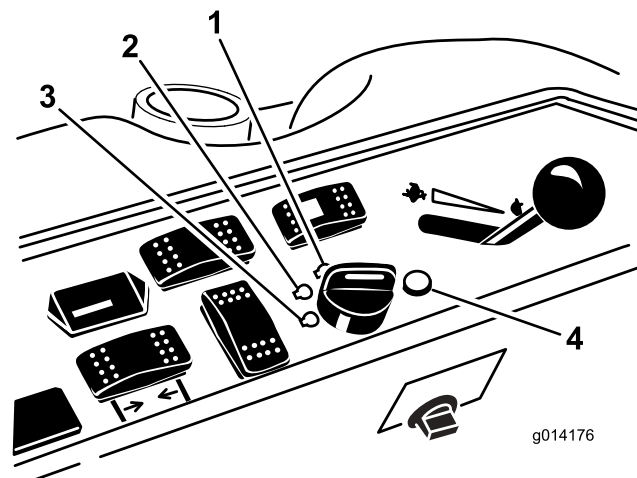

Figura 20
6. Rode a chave da ignição no sentido dos ponteiros do relógio para a posição FUNCIONAMENTO (Figura 20).
3. RODE A CHAVE DA IGNIÇÃO PARA A POSIÇÃO Desligar **Figura 20**. Espere até que todas as peças em movimento parem, antes de sair da posição de operação.